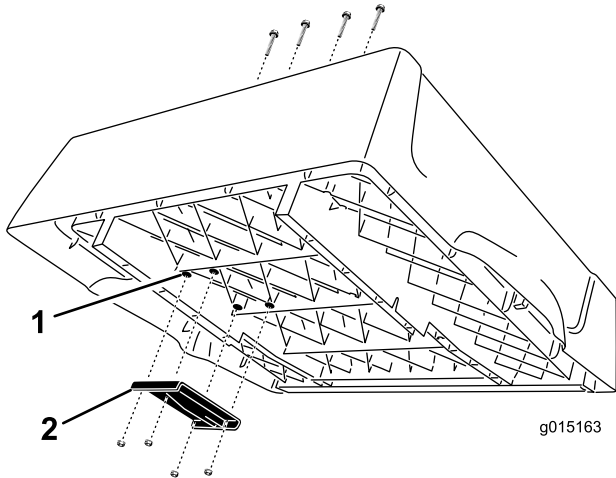

図 3
1. 荷台の右側の裏側にあるボス (4ヶ所) を探し出す (図 3)。3/8 インチ (9.5 mm) のドリル・ビットを使って、ボスから荷台表面まで、4 つの貫通口を注意深く開ける。
2. 荷台の裏側に、上側昇降ブラケットを取り付ける；十字平頭ねじ (3/8 x 2-1/2 inches) (4本) とフランジ・ロックナット (Whiz lock) (3/8 インチ) を使用する。ブラケットは図 3 のように組み付ける。